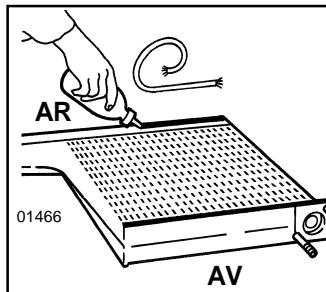

Рис. 6
- Наклейте уплотнительные ленты из стекловолокна в передние и задние канавки на одну поверхность каждой серединной секции с помощью неопренового клея, поставляемого в комплекте с котлом. Такая же операция проводится и с крайней правой секцией (излишек ленты остается сверху) (рис. 6).